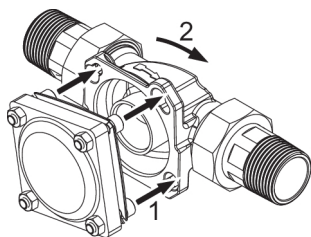
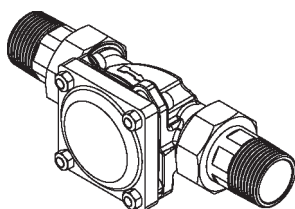

Abb. 4: Gerät ansetzen und einrasten (Befestigungsprinzip)
Abb. 5: Geräteanschluss eingerastet (Befestigungsprinzip)
4. Die Köpfe der vier Flanschschrauben des Geräts durch die Bajonettbohrungen am Einbaudrehflansch stecken (siehe Abbildung 4).
5. Das Gerät im Uhrzeigersinn bis zum Anschlag drehen (siehe Abbildung 4 und Abbildung 5).